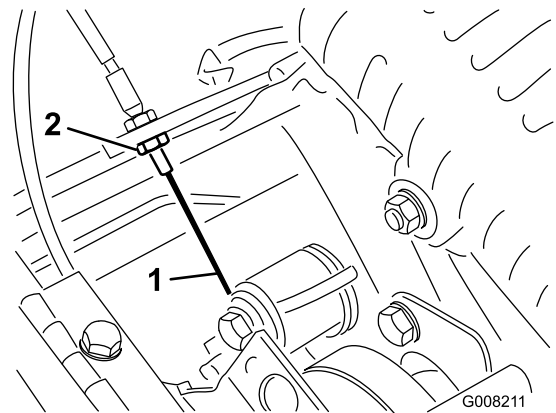

Figura 42
3. Per aumentare la tensione del cavo allentate il controdado del cavo anteriore e serrate il controdado del cavo posteriore (Figura 42) finché non occorre una forza di 3-4 kg per innestare il comando della trazione.